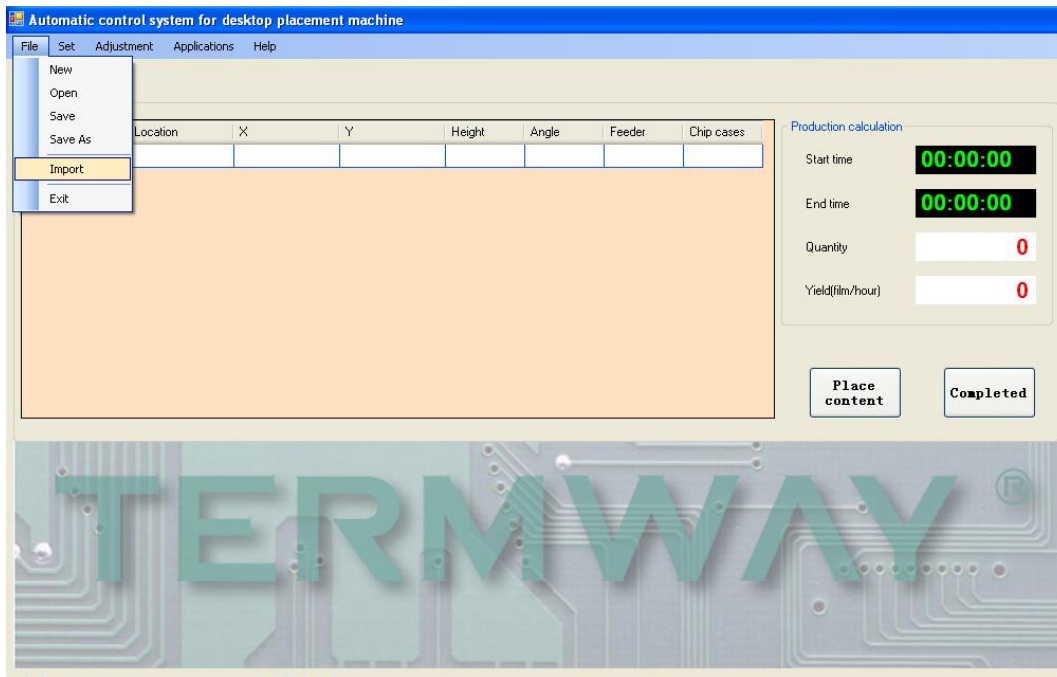

Figura 35. En la ventana principal menú desplegable **File** opción **Import**.
5. En la ventana principal ingrese al menú desplegable **File** y pulse en la opción **Import** que se muestra en la figura 35.